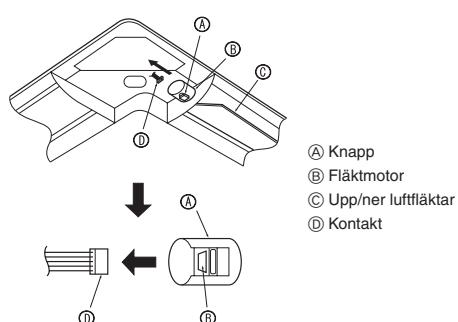

Fig. 9-9
9.5. Låsning av luftflödet upp/ner (Fig. 9-9)